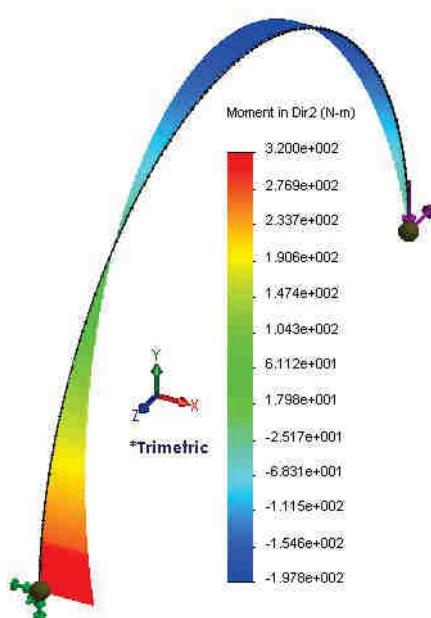

Fig. 8.5
Pentru vizualizare diagramă momente încovoietoare M, fig. 8.5:
- To view the moment M diagram, fig. 8.5: